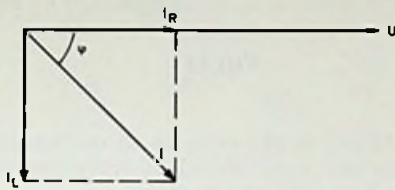

FIG. 3
- a. Fig. 3 toont het gevraagde vectordiagram.